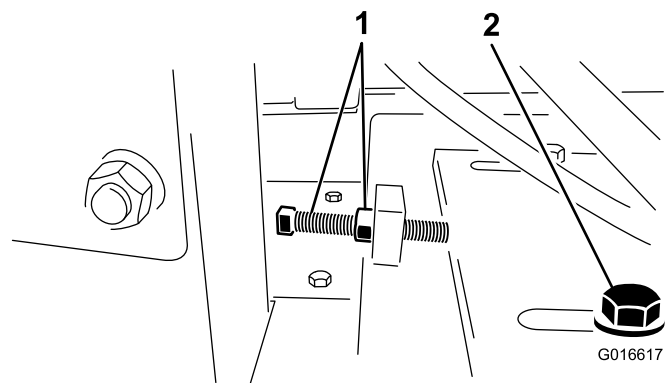

Figure 25
6. Desserrez le boulon de tension de la courroie et l'écrou de blocage. Faites glisser le moteur vers le carter du volant moteur pour détendre la courroie (Figure 25).
6. Desserrez le boulon de tension et l'écrou de blocage de la courroie, et faites glisser le moteur vers le carter du volant moteur pour détendre la courroie (Figure 25).